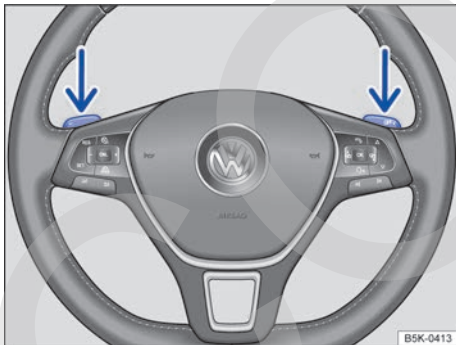

Fig. 122 Volante con levas de cambio para el Tiptronic.
- Tire de la leva derecha → fig. 122 hacia el volante para cambiar a una marcha más larga.